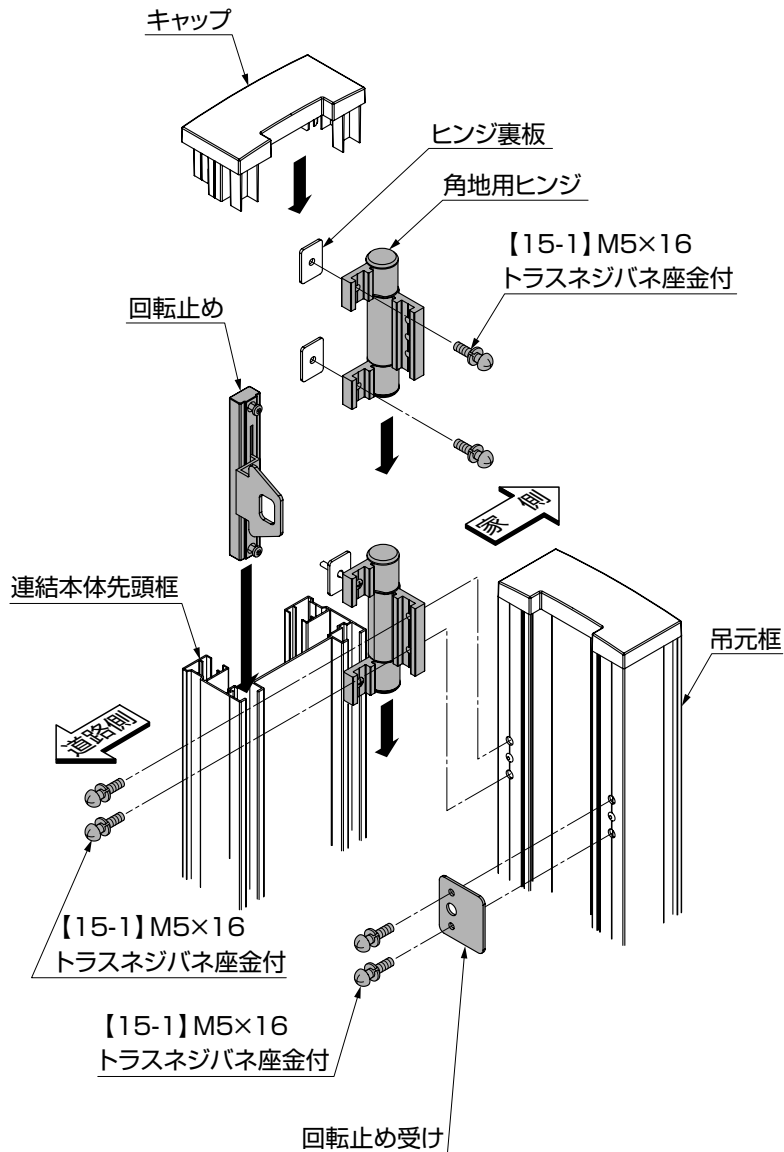

図6-3
- ① 連結本体先頭框のキャップを上へ引上げてはずしてください。
- ② 連結本体先頭框の家側のスリット部分に角地用ヒンジを2個挿入し、吊元框に固定してください。（図6-3参照）
- ③ 連結本体先頭框の上端と吊元框の上端を合わせ、連結本体先頭框に【15-1】で固定してください。（図6-3参照）
- ④ 回転止め受けを吊元框の道路側に取付けてください。（図6-3参照）
- ⑤ 回転止めを連結本体先頭框の道路側スリットに挿入してください。
- ⑦ ①で外した連結本体先頭框のキャップを取り付けてください。（図6-3参照）